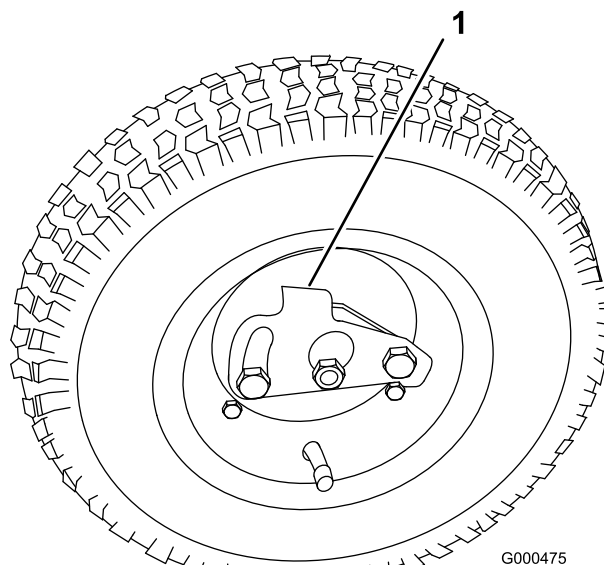

Рисунок 8
2. Отожмите стопор колеса к центру колеса и наденьте колесо на шестигранный вал (Рисунок 8).